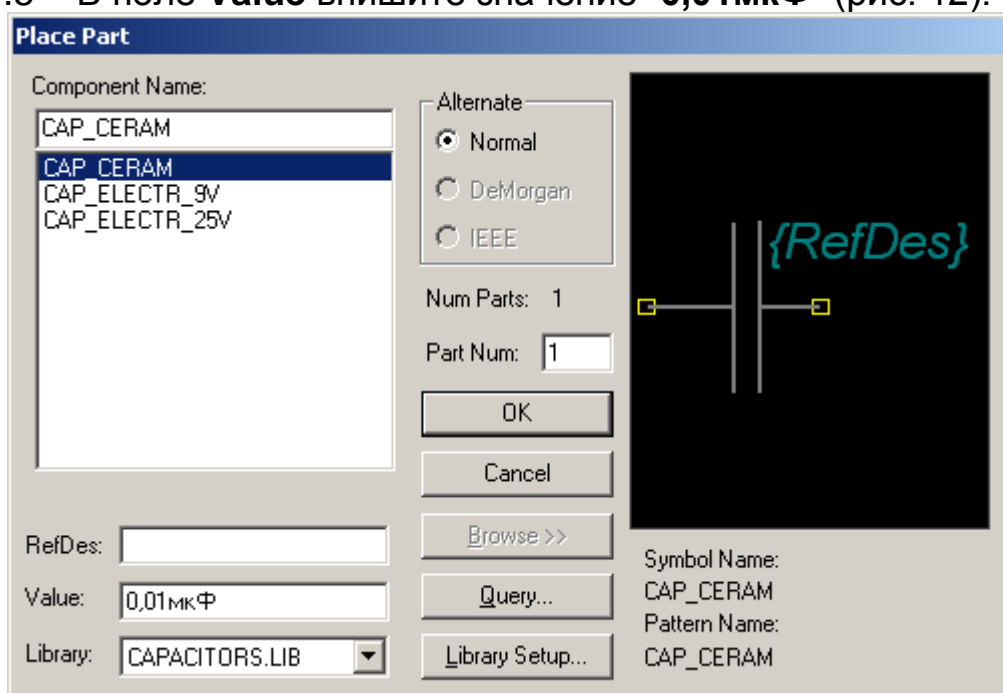

Рис. 12 Выбор из библиотеки керамического конденсатора
- 7.5 В поле **Value** впишите значение “**0,01мкФ**” (рис. 12).